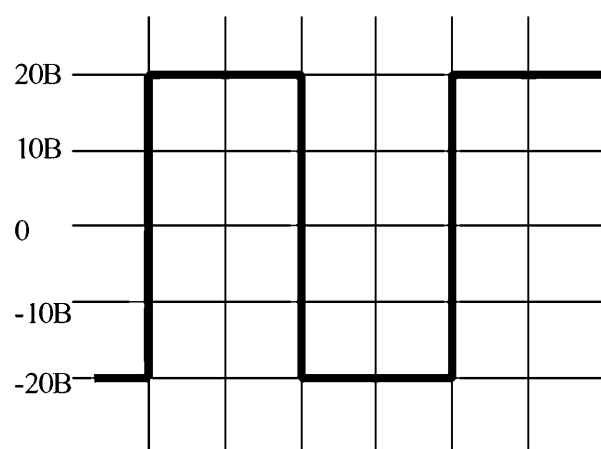
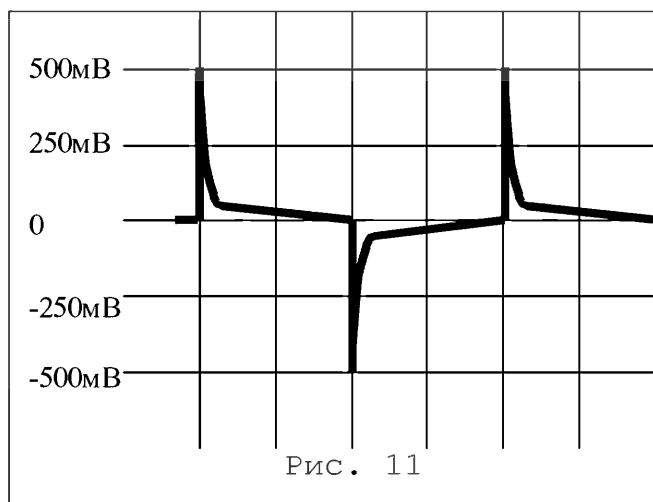

Рис. 10
Рис. 11
нал в точке 1, а на **рис. 11** - в точке 2. Как видно из рисунков, усилитель имеет идеальную реакцию на скачок нагрузки;
* проведены **испытания** реакции усилителя на **комплексную нагрузку** по схеме **рис. 4**; результаты этих испытаний показаны на **рис. 10** и **рис. 11**. На **рис. 10** изображен сиг-